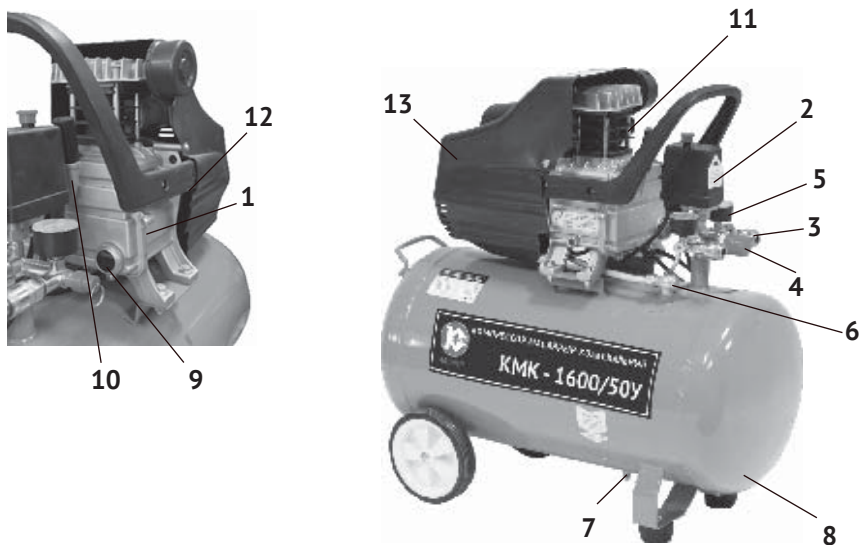

рис. 1
4.1 Общий вид компрессора схематично представлен на рис.1
4.2 Картер компрессорной группы (рис.1 поз.1) с двигателем закреплены на металлическом корпусе ресивера (рис.1 поз.8). Двигатель закрыт пластиковым кожухом (рис.1 поз.13). Вращение якоря двигателя преобразуется кривошипно-шатунным механизмом в возвратно-поступательное движение поршня. Сжатый воздух из выпускного клапана цилиндра подаётся в ресивер. При подключении к быстроразъёмным выходным штуцерам (рис.1 поз.3) коллектора пневмоинструмента, сжатый воздух подаётся к инструменту. Выходное давление в штуцерах регулируется редуктором и контролируется манометрами.